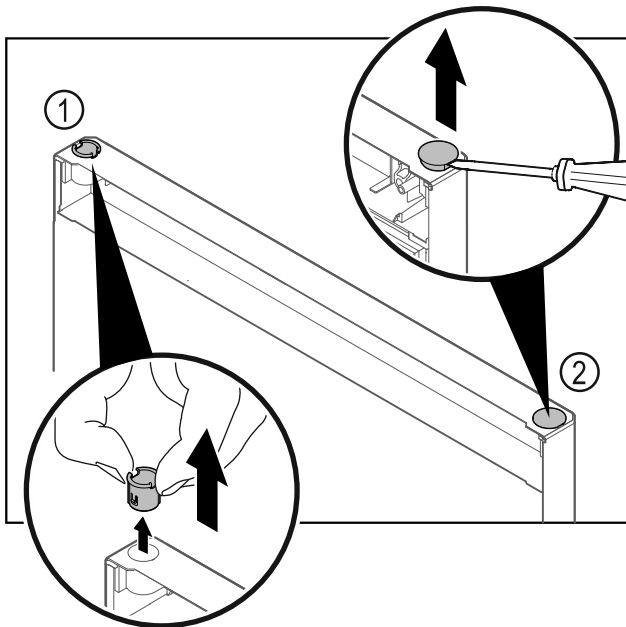

Fig. 30
- Scharnierbus Fig. 30 (1) met de vingers eruit trekken.
- Afdekstop Fig. 30 (2) voorzichtig met een sleufschroevendraaier optillen en eruit trekken.